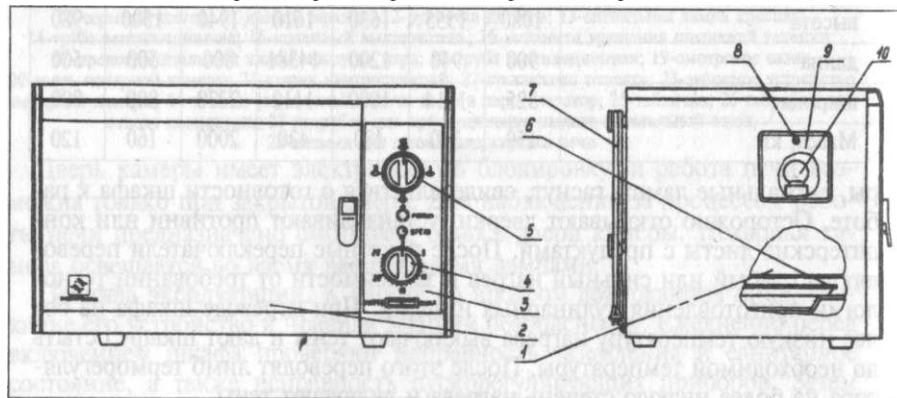

Рис. 11-13. Печь микроволновая «Электроника».
**СВЧ-шкаф "Электроника" (Рис. 11-13).** В правой части шкафа установлен генератор СВЧ, который связан с рабочей камерой волноводом, блоком питания и элементами автоматики. В левой части шкафа расположена рабочая камера, закрываемая дверкой с уплотнителями и специальным стеклом, защищающими от утечки токов СВЧ.